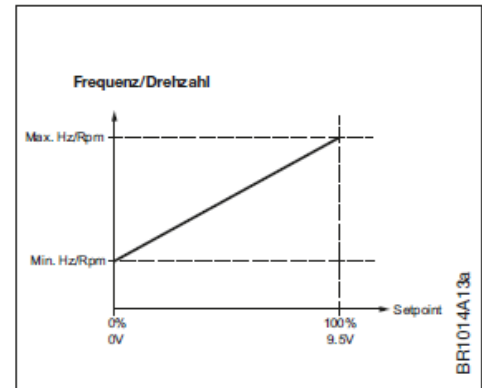

Abbildung 5-1:
- Das Verhältnis zwischen 0-10V-Steuersignal und Motordrehzahl hängt von den Einstellungen der min./max. Drehzahl sowie der Hochlauf-/Bremszeiten ab. Siehe Abb. 5-1 und 5-2.
Das Verhältnis zwischen Steuersignal (0-10V in) und Drehzahl – siehe Abb. 5-1.